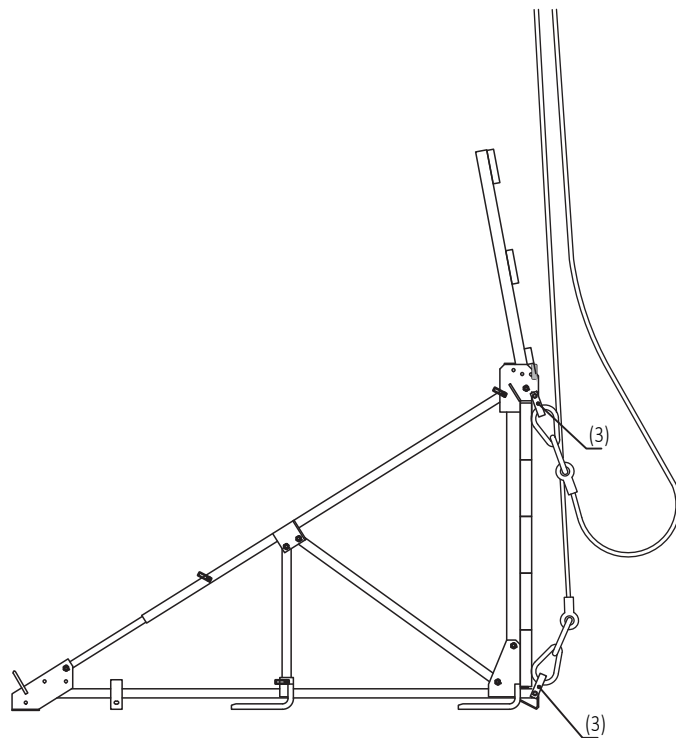

Bild 4.1.4
- 4 Kranseilgehänge an den Kranhakenbügeln (3) der beiden äußeren Klappkonsolen oberhalb des Bohlenbelags einhängen und Gerüsteinheit hochziehen (Bild 4.1.4).